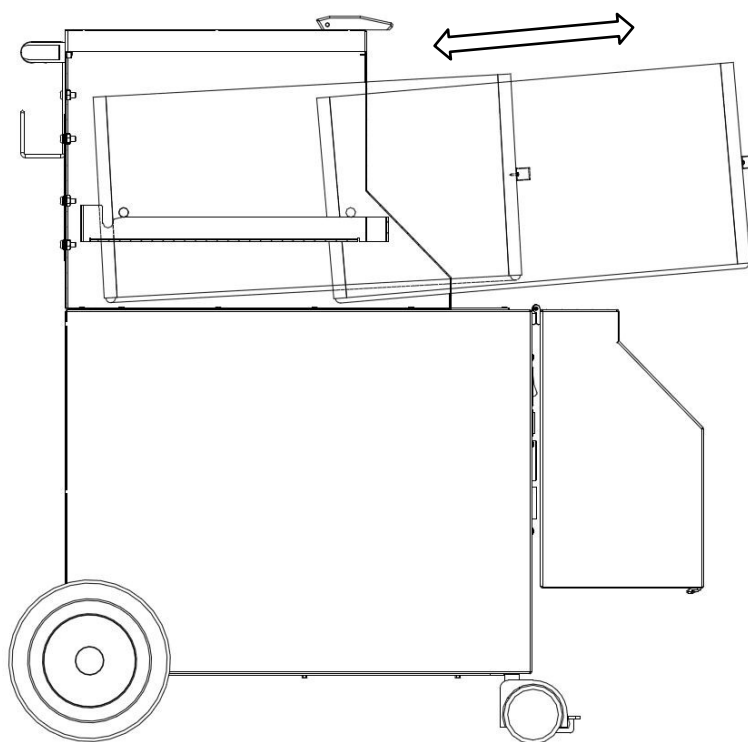

Abbildung 6, Filterwechsel
- Im hinteren Bereich gleitet das Hauptfilter dabei mit seitlich angebrachten Bolzen auf den Führungsprofilen, wodurch es angehoben wird. So wird die Dichtung auch im hinteren Bereich nicht beschädigt, siehe Abb. 6.